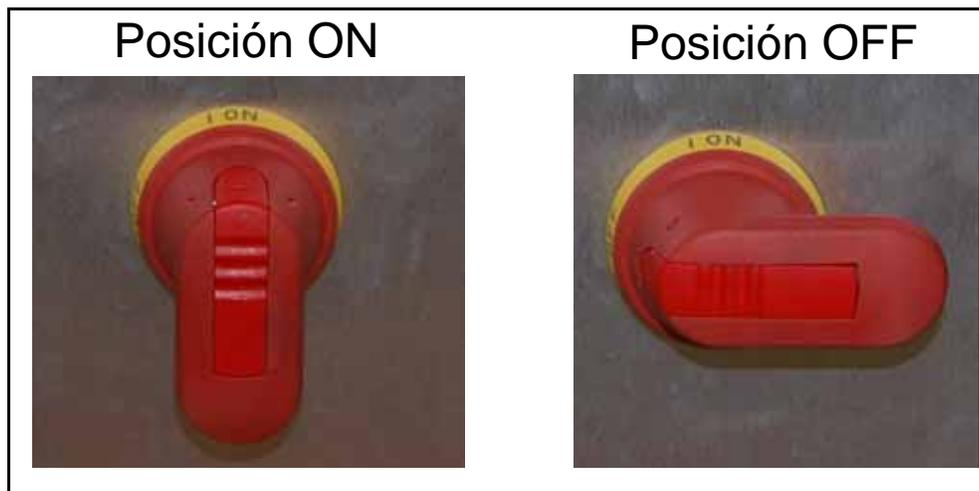

Figure 4-2: Palanca del Interruptor Principal de Desconexión - Posiciones On/Off
1. Confirme que la manija roja del interruptor principal de desconexión que se encuentra dentro del gabinete esté en la posición ON (ver Figure 4-2 Si está en la posición Off, como se describe en “LOTO - Machine Maintenance and Repair” on page 33, verifique si hay alguien trabajando en la máquina antes de intentar encenderla.